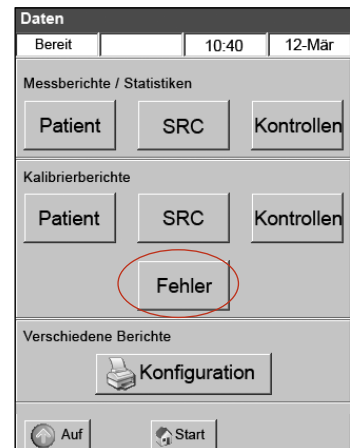

Abbildung J-8: Bildschirm Daten > Schaltfläche Fehler
- Im Abschnitt Kalibrationsberichte tippen Sie auf **Fehler** (Abbildung J-8).